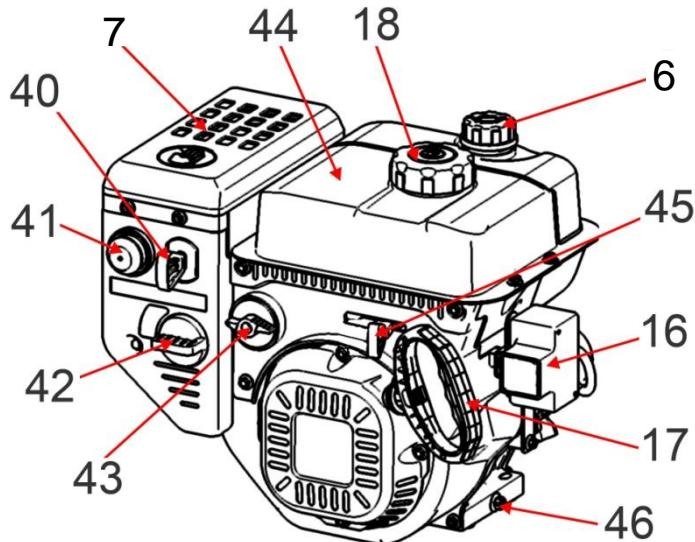

Рис. 11
- Открутите крышку (6). Крышка имеет встроенный щуп уровня масла.
- Снова выньте щуп – и на нем останется метка уровня масла. Если уровень масла меньше нижней линии (L) на щупе, долейте масло до отметки МАКСИМУМ (символ «H») на щупе.
- Для слива отработанного масла, очистите поверхность около сливной пробки (46)(См. Рис.11).
Органы управления двигателя (См. Рис.11)
- Установите рычаг крана подачи топлива (43)(См. Рис.11) в положение «Открыто» (ON).
- Поставьте рычаг привода воздушной заслонки (42)(См. Рис. 11) в следующее положение:
- Для электрического запуска «с ключа», вставьте ключ в замок электростартера (16)(См. Рис.11; 12).
- «ВКЛ» (ON). Зажигание включено. Двигатель можно запускать ручным стартером.
- 4.3.1. Откройте топливный кран (43)(См. Рис.11).
- 4.3.2. Закройте воздушную заслонку карбюратора (42)(См. Рис.11).
- 4.3.4. Возьмите крепко в руки пусковую рукоятку (17)(См. Рис.11). Крепко удерживая ее в руках, плавно потяните шнур стартера, пока барабан стартера не войдет в зацепление с собачками храпового механизма.
- После запуска двигателя полностью откройте воздушную заслонку карбюратора (42)(См. Рис.11).
- Установите рычаг управления оборотами двигателя (дроссельной заслонки) (45)(См. Рис.11) в положение «Черепаха» (вправо).
- Установите кран подачи топлива (43)(См. Рис.11) в положение «ВЫКЛ» (OFF).